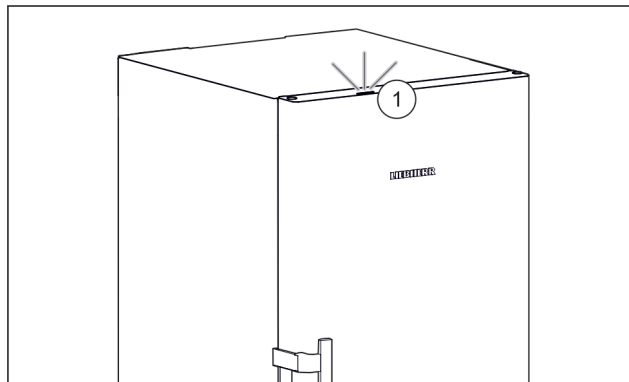

Fig. 51 Aktivné stavové svetlo pri zatvorených dverách
- ▷ Stavové svetlo Fig. 51 (1) je aktivované.